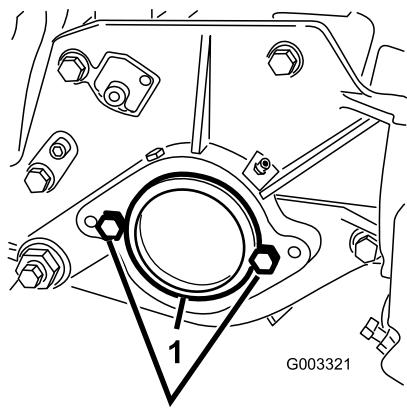

Figure 7
2. A l'extrême droite du plateau de coupe, retirez l'obturateur en plastique du logement de roulements (Figure 7).
3. Enlevez les 2 vis de la plaque latérale droite (Figure 7).
2. Vis (2)
5. Placez les 2 vis de fixation du moteur de cylindre sur la plaque latérale gauche du plateau de coupe sans les serrer (Figure 7).